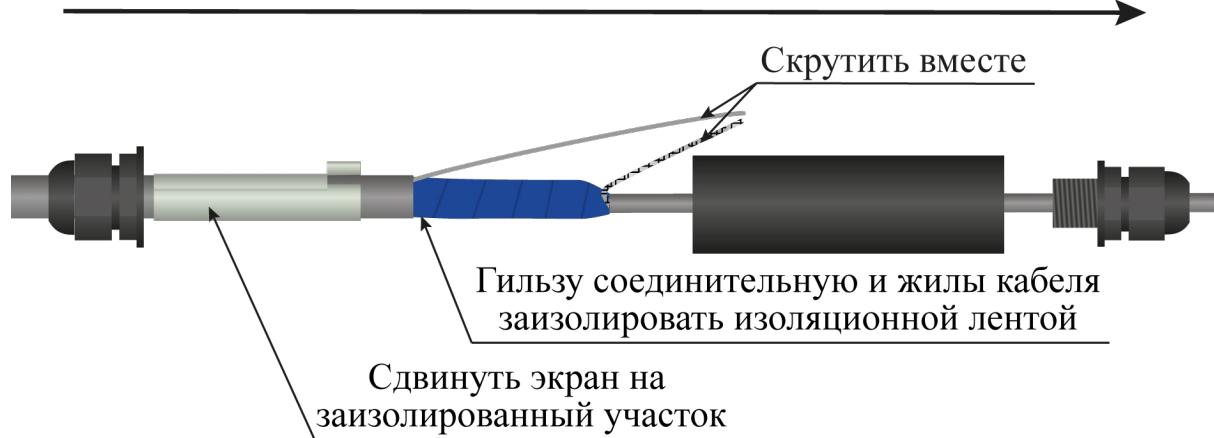

Рисунок 4.36
– гильзу соединительную и жилы кабеля ТППЭп изолировать изоляционной лентой (рисунок 4.36);
– экраный проводник кабеля ТППЭп направить вдоль гильзы и скрутить с экраном кабеля РК (рисунок 4.36);
– сдвинуть экран муфты переходной на место соединения кабеля ТППЭп и кабеля РК (рисунок 4.36);